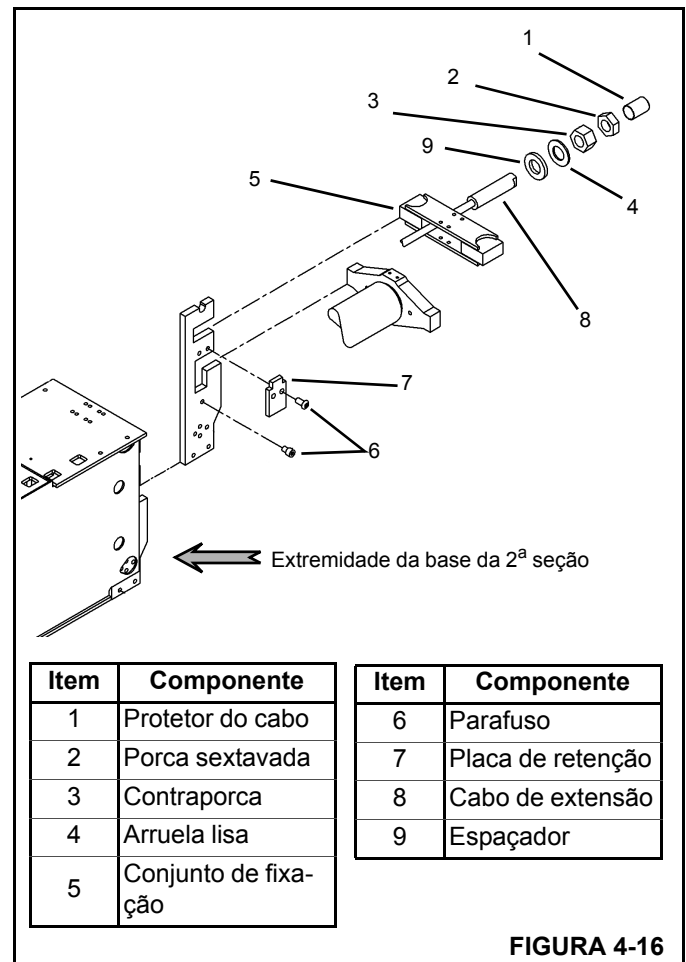

FIGURA 4-16
7. Insira o conjunto de fixação do cabo de extensão na extremidade da base da 2ª seção (Figura 4-16).